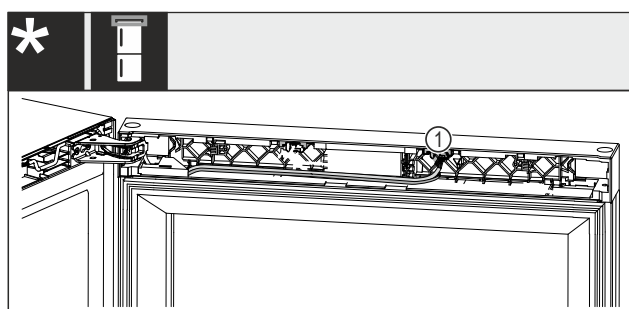

Fig. 19 Kombinovaná chladnička na víno s mrazničkou
- Vytáhněte zástrčku Fig. 19 (1) z uložení.